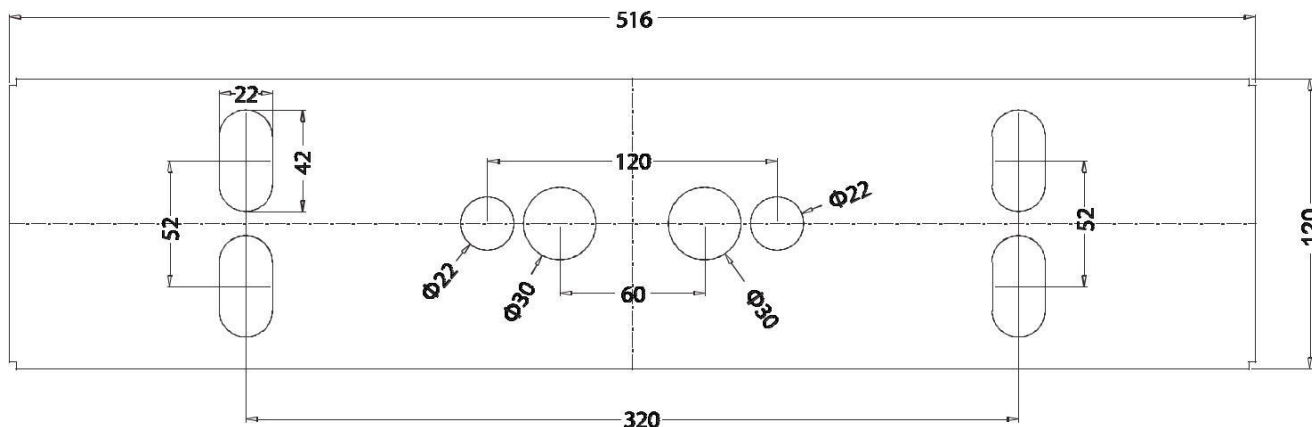

Рис. 3-3
На нижней поверхности корпуса турникета имеются отверстия для кабелей и проводов. Их схема указана на Рис. 3-3, единица измерения – мм. При самой прокладке проводов вне корпуса турникета рекомендуется использовать короба для их защиты.
1. Просверлите отверстия в соответствии со схемой на Рис. 3-3.